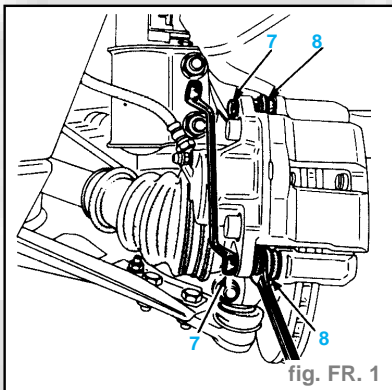

fig. FR. 1
- Retirer les vis des guides (7) à l'aide de deux clés (fig. FR. 1).